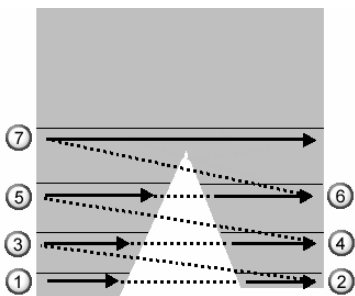

图 2-117 单向
- **【单向】**：按单向顺序切削，单方向走完一条刀路，就会提刀一次走第二条刀路……，这样会产生较多的提刀动作，如图 2-117 所示。